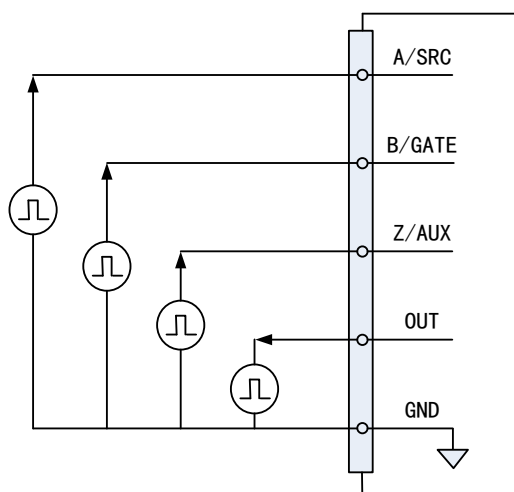

图 3-4-1 计数器信号连接
- ◆ 边沿计数、频率测量、半周期测量、脉宽测量、两边沿间隔测量、编码器测量、脉冲输出信号连接示意图如图 3-4-1 所示。